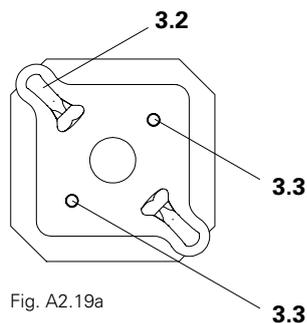

Fig. A2.19a
1. Placer l'étau (1) sur la rallonge MP 50 (3).
2. Les goupilles de centrage (3.3) du rallonge s'engagent dans les alésages de la platine de pied (1.8) ou de la platine de tête de l'étau (1.9) de l'étau. (Fig. A2.19a)